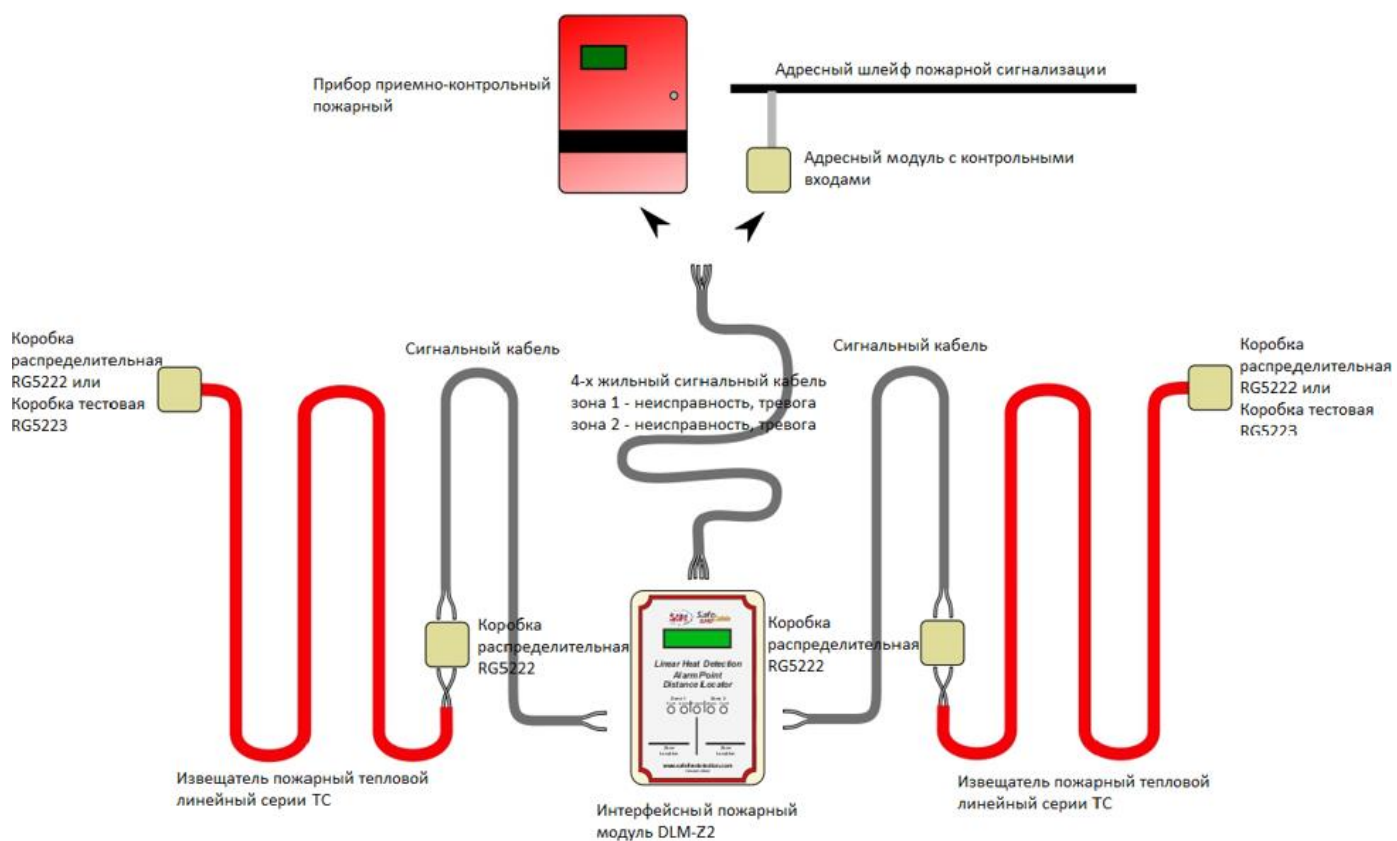

Рисунок 2.3- Схема подключения к интерфейсному пожарному модулю DLM-Z2 с использованием сигнального кабеля
- с применением сигнального кабеля и модуля DML-Z2 (рис. 2.3);